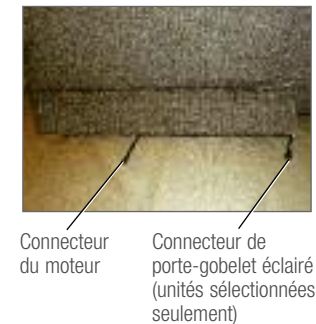

FIGURE 10
- Connecter le transformateur électrique au connecteur du moteur (FIGURE 10).